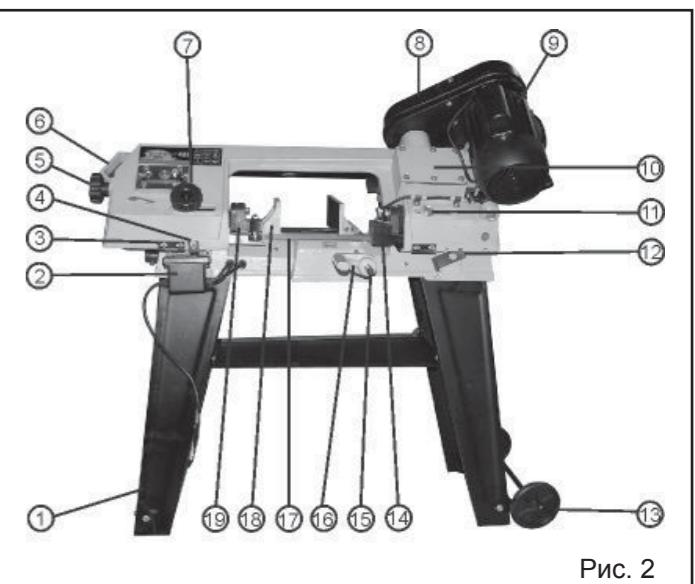
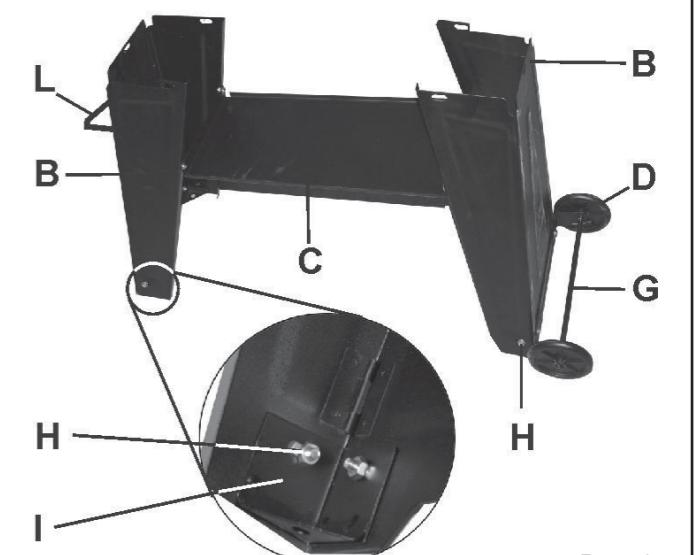

Рис. 2
Рис. 3
7. УСТРОЙСТВО ЛЕНТОЧНОЙ ПИЛЫ (Рис. 2)
8.1.2. Используя детали поставки: стойка (B) – 2шт., поддон (C), ролик (D) – 2шт., балка (G), опора (I) – 4шт., ручка стойки (L) и детали крепления (H) Рис.1 собрать, как показано на Рис.3 основание. Ролики (D) и ручка стойки (L) – зафиксировать шплинтами.
8.2.1. Ленточную пилу (A) установить и используя болтовые соединения деталей крепления (H) Рис.1, закрепить на основании (1) Рис.2.
8.2.2. Для повышенной устойчивости, через специальные отверстия (в опорах I Рис.3) в нижней части основания (1) Рис.2, ленточную пилу рекомендуется закрепить анкерным соединением к поверхности пола.
8.3. Установка подвижного упора (рис.2)
8.3.1. В специальное отверстие станины ленточной пилы установить и закрепить ось упора (15), на оси упора установить и закрепить упор (16) Рис.2.
9.1.4. По окончанию выполнения пунктов 9.1.1 – 9.1.3 закрыть кожух привода (8) в противном случае Вы не сможете включить ленточную пилу т.к. кожух привода (8) оборудован конечным выключателем Рис.2.